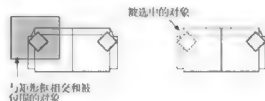

图 4-3
(4)窗交(C)参数选项: 主要作用是由两个对角顶点确定的矩形窗口来选择与其相交和范围内的所有图形, 如图 4-3 所示。